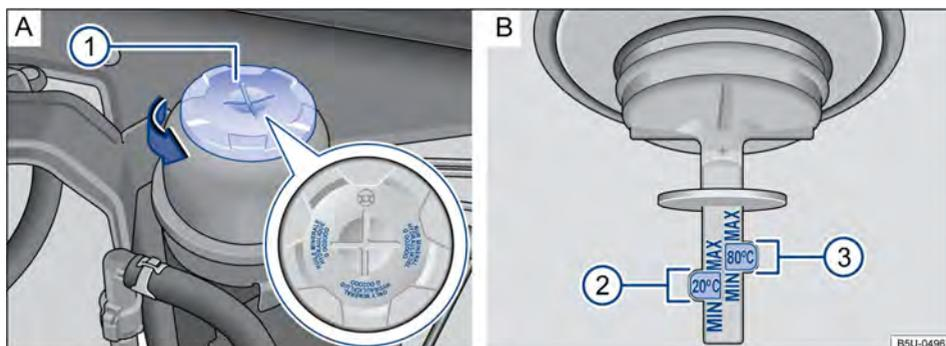

Fig. 85 En el compartimento del motor: **A** Tanque del fluido de la dirección hidráulica. **B** Marcas para controlar el nivel del líquido de la dirección asistida.
- Girar la tapa del depósito → fig. 85 **A** ① en el sentido de la flecha.
- Retirar nuevamente la tapa y verificar el nivel del líquido por las marcas “MIN” y “MÁX” con la indicación 20 °C de la varilla de medición **D** ⑥.
- Girar el tapón de cierre del depósito → fig. 85 **A** ① en el sentido de la flecha.
- Retirar nuevamente la tapa y verificar el nivel del líquido por las marcas “MIN” y “MÁX” con la indicación 80 °C de la varilla de medición **D** ⑦.